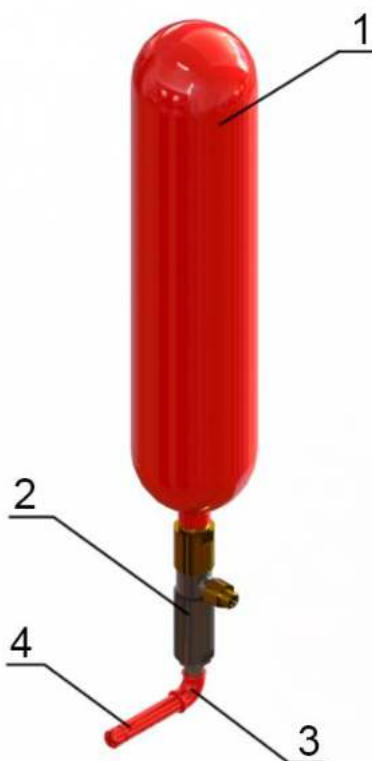

Рисунок 1 - Модуль МПП(Н) – 7,5 – КД – 1 – 3 – У2
3.1 Модуль порошкового пожаротушения (рисунок 1) состоит из следующих основных узлов: 1 – баллон с огнетушащим порошком; 2 – запорно-пусковое устройство (далее - ЗПУ); 3 – трубопровод подачи огнетушащего порошка; 4 – насадок распыления.